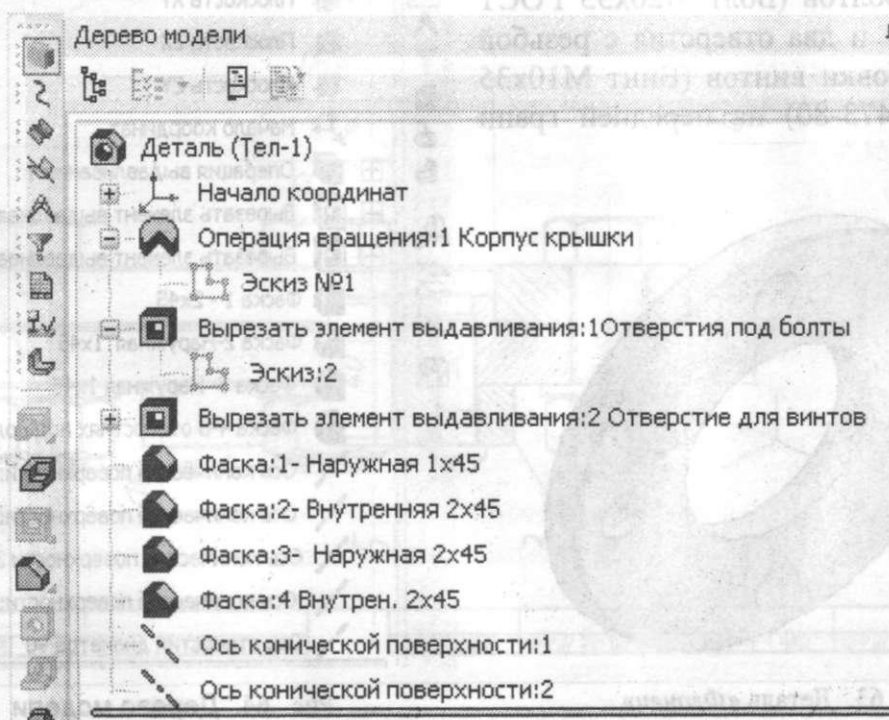

Рис. 67. Дерево модели детали «Крышка»
1.4.6. Последовательность построения детали «Крышка» появится в Дереве модели (рис. 67).